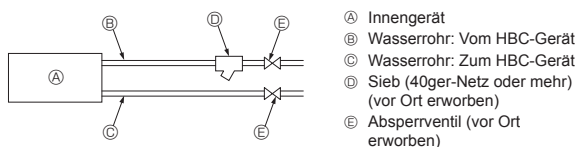

Fig. 4-4
10. Bitte schauen Sie sich [Fig. 4-4] an, wenn Sie die Wasserversorgung anschließen.